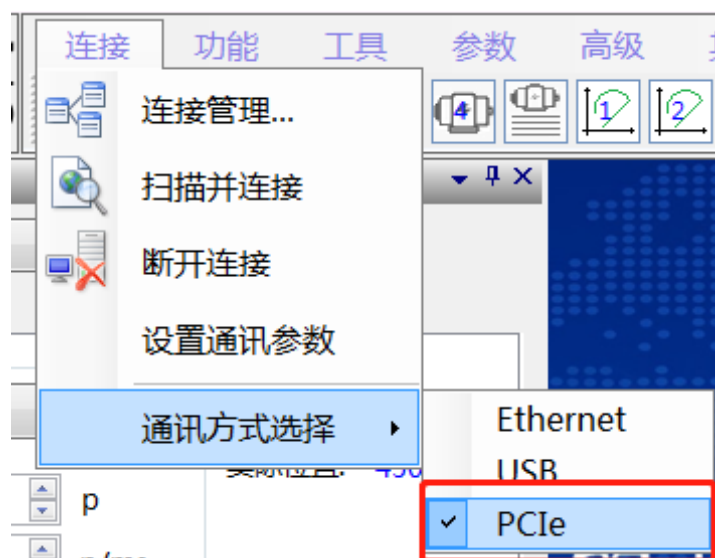

图 2.2.4 通讯方式选择
(3) 测试，保证物理连接良好情况下，打开GCS工具，如图2.2.4通讯方式选择，再点击连接即可；